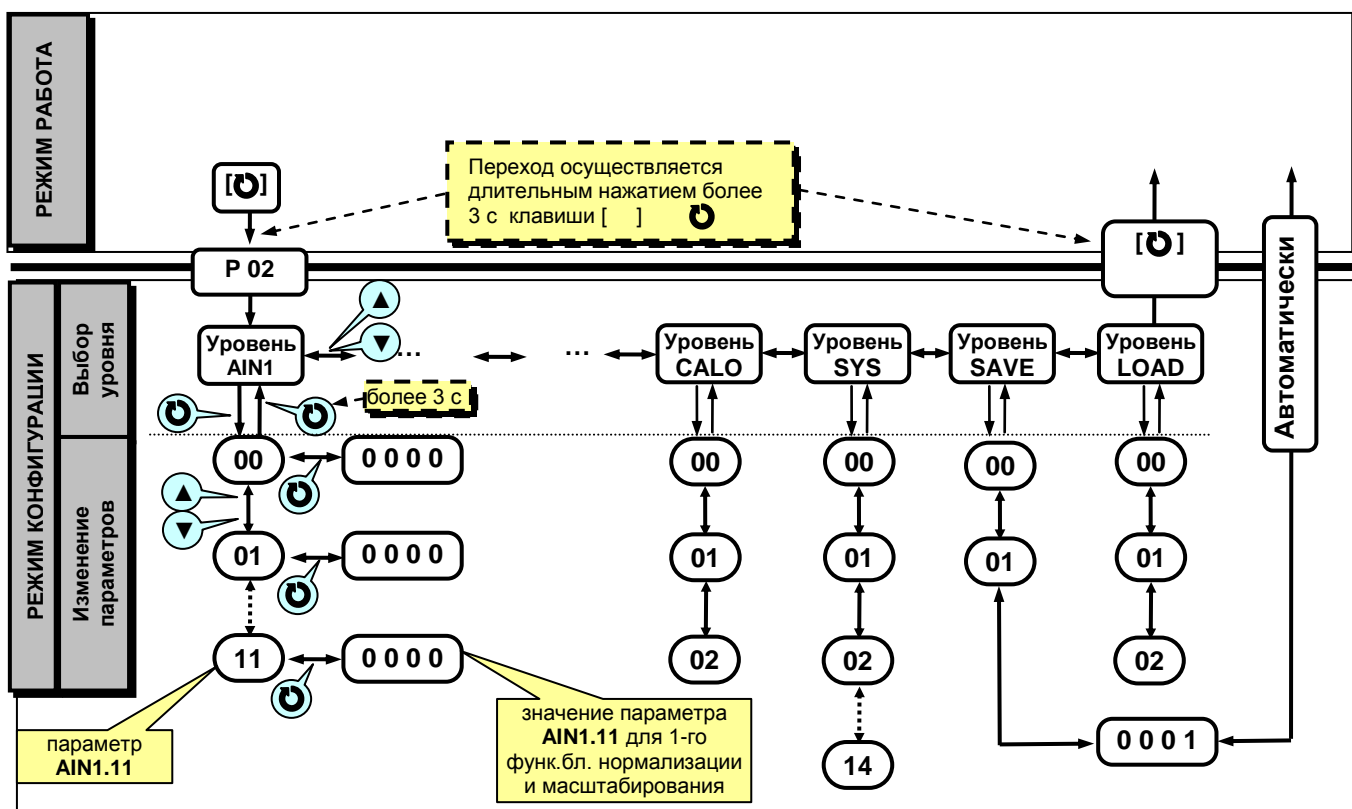

Рисунок 6.2 - Диаграмма уровней конфигурации и настроек
- Параметры, используемые в индикаторе ИТМ-10, сгруппированы в уровни и представлены на диаграмме – см. рисунок 6.2.
В дальнейшем по тексту руководства идет ссылка на параметр в виде XXXX.YY (например ALRM.00), где XXXX – название УРОВНЯ, а YY – номер пункта меню (смотри рисунок 6.2).